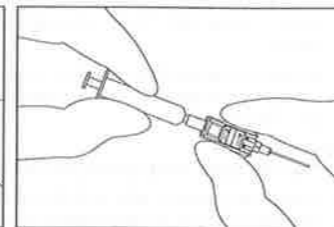

Rysunek 5
6. Przed wprowadzeniem umieścić wyrób w pozycji ściętej końcówką igły do góry (patrz Rysunek 5).